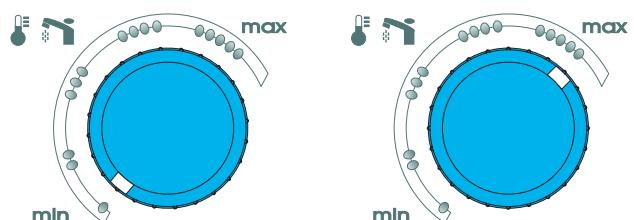

Рис. 12
Вы можете изменять температуру воды с помощью (22) регулятора в диапазоне между отметками min и max (рис. 12).